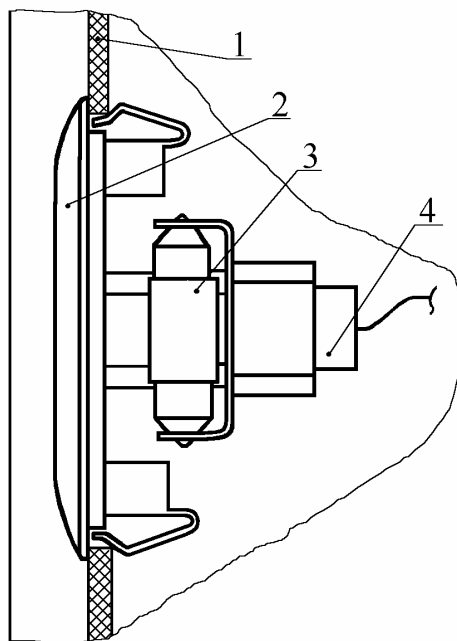

Рис. 33. Замена лампы плафона увеличения габарита двери:
8.13.1. Снять плафон 2 (рис.33) увеличения габарита двери по п. 15.3.1.